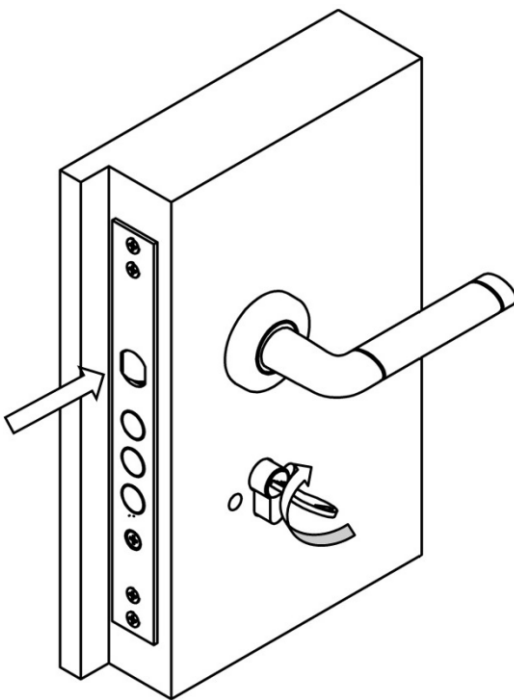

Рис.1
3.3 Запирание двери на защелку происходит автоматически. Отпирание - при нажатии на фалевую ручки или полуоборотом ключа (см. рисунок 1) при задвинутом засове замка.